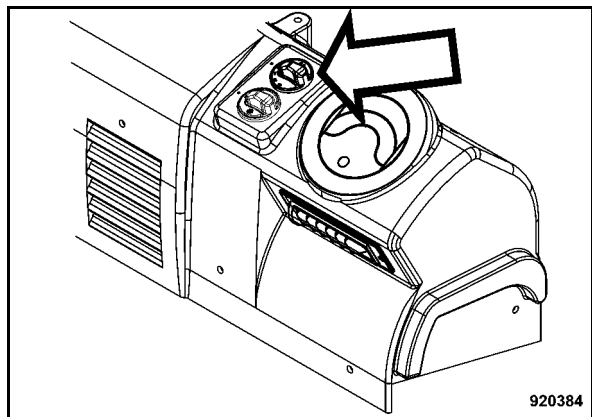

Fig. 144
- Poner el interruptor giratorio para ventilador de cabina (Fig. 144) a posición 1.